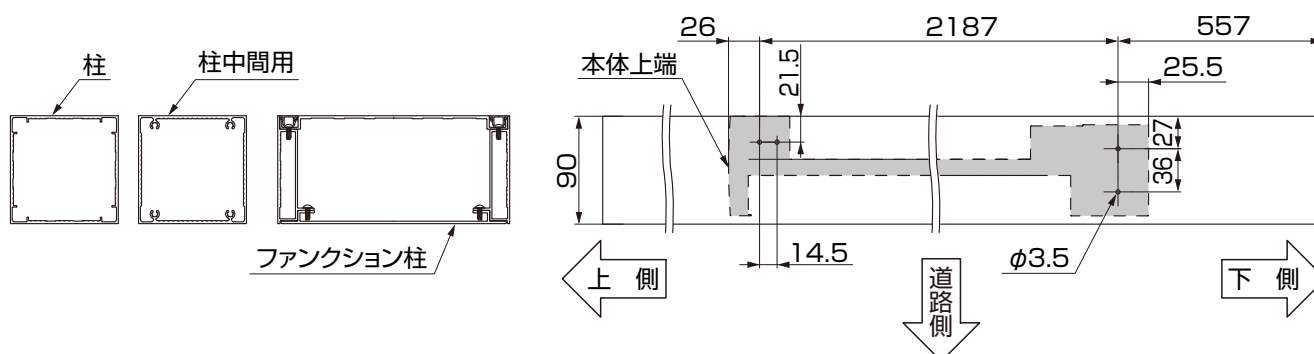

図4-3 柱断面図
- 柱中間用には向きがあります。（図4-3参照）間違えた場合、フレームに接続できません。
(3) 下レール連結金具の取付け